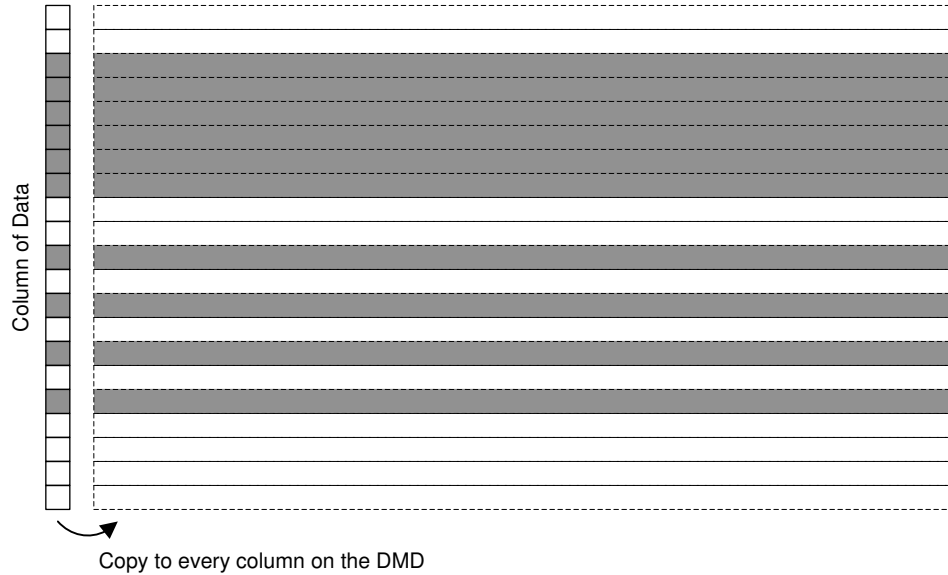
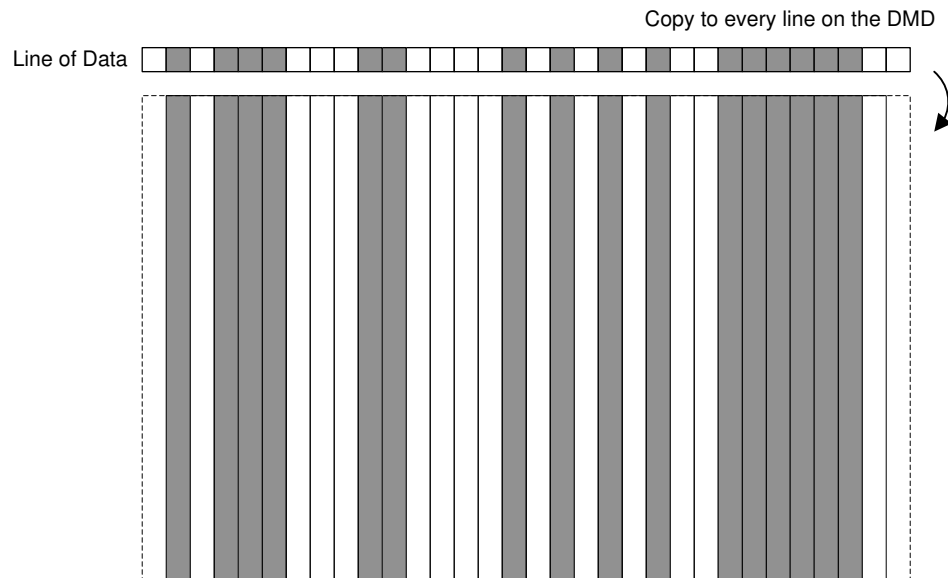

図 6-12. 列の複製
図 6-13. 行の複製
- 内部パターンモードは 1D パターンのみをサポートしており、つまりパターン データは DMD の行または列全体で同一になります (図 6-12、図 6-13)。